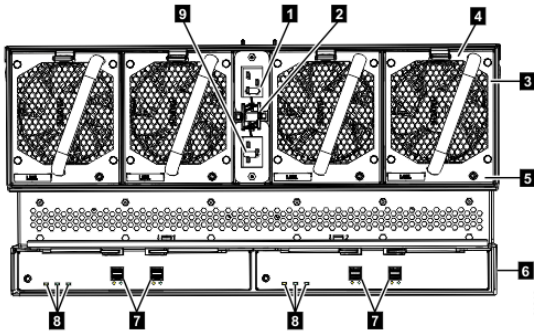

Рисунок 141. Вид сзади - компоненты корпуса расширения 5U
3. Убедитесь, что корпус расширения и его компоненты работают правильным образом. При подключении питания на задней панели корпуса расширения загораются четыре индикатора вентиляторов и кейсов расширения (**3** и **8** на Рисунок 141 на стр. 125).